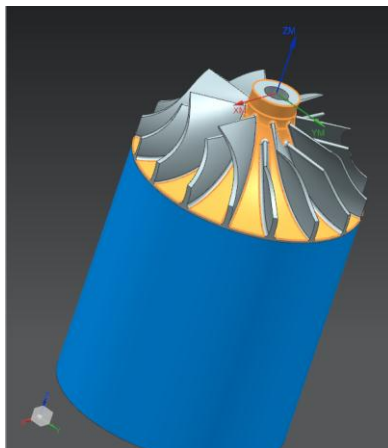

Рисунок 3.11 – Задание геометрии ступицы
- Выберите грань, задающую ступицу (рисунок 3.11).